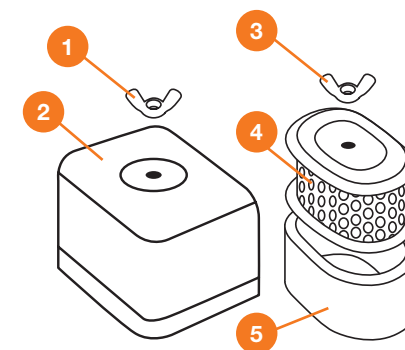

Рис.19
- Выверните болт 2 сливного отверстия редуктора (Рис. 19).
- Установку воздушного фильтра производите в обратном порядке (Рис. 19).